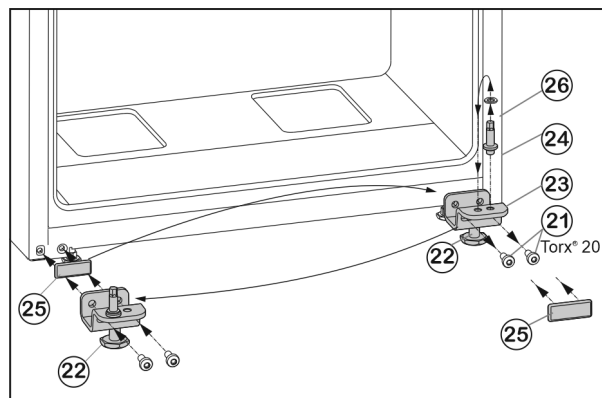

Fig. 7
- ▶ Tekerje le a rögzítőcsavarokat Fig. 7 (21).
- ▶ Vegye le a teljes alsó csapágybakot Fig. 7 (23) a csapszeggel Fig. 7 (24), az alátéttel Fig. 7 (26) és a beállító lábbal Fig. 7 (22).
- ▶ Csavarozza le a teljes csapágybakot Fig. 7 (24) az alátéttel Fig. 7 (26), helyezze át a csapágybak túloldali fellevő furatába, és csavarozza vissza.
- ▶ Óvatosan vegye le a fedőlemezt Fig. 7 (25), és helyezze át az ellenkező oldalra.
- ▶ A teljes alsó csapágybakot Fig. 7 (23) a csapszeggel Fig. 7 (24), az alátéttel Fig. 7 (26) és a beállító lábbal Fig. 7 (22) a csuklópánt új oldalán **erősen (4 Nm-es nyomaték)** csavarozza vissza, adott esetben egy akkus csavarhúzó használatával.
- ▶ Az alsó ajtót felülről helyezze a csapszегre Fig. 7 (24).
- ▶ Tekerje ki az állítólabát Fig. 7 (22) az alsó csapágybakból Fig. 7 (23), míg hozzá nem ér a talajhoz.